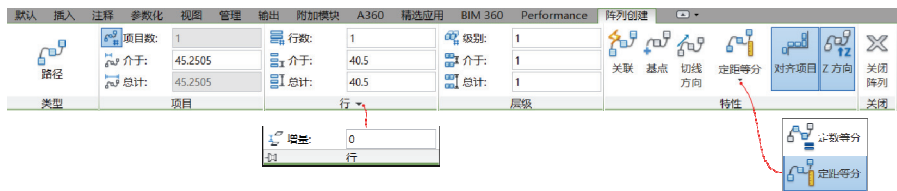

图 4-35 路径阵列的“阵列创建”上下文选项卡
- 4 在功能区中出现图 4-35 所示的“阵列创建”上下文选项卡, 从中指定沿着路径分布对象的方法。